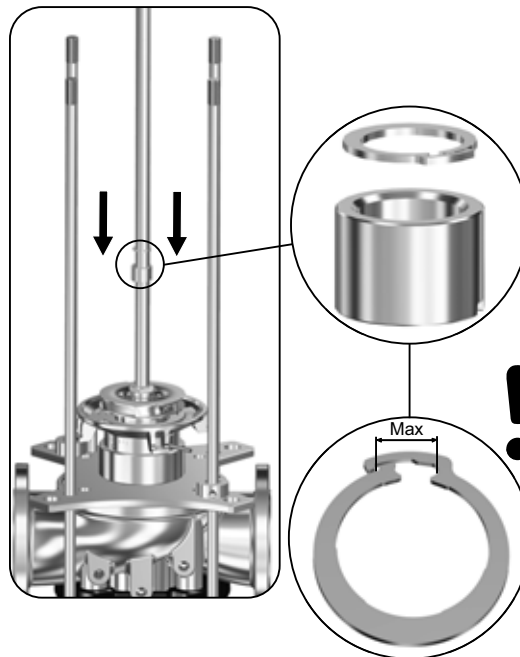

Рис. 28 Максимально допустимое размыкание стопорного кольца (47g)
5. Установите гайку для цанги (48) на рабочее колесо.
6. Удерживайте рабочее колесо (49 или 49а) ключом для круглых гаек. Затяните гайку для цанги (48) при помощи приспособлений С, О и Р. См. раздел 7.1 *Моменты затяжки*.
8. **Для насосов с диаметром вала $\varnothing 28$ или $\varnothing 38$:** учтите, что для насосов с диаметром вала $\varnothing 28$ или $\varnothing 38$ необходимо также снять стопорное кольцо (47g). См. рис. 28.
Не разводите стопорное кольцо (47g) больше, чем позволяет ограничитель интегрированного механизма блокировки. См. рис. 28.